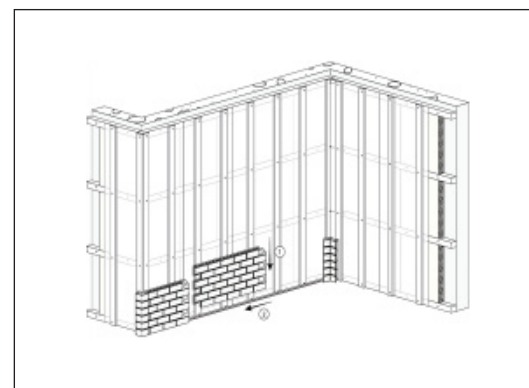

图6 安装墙板
- 4.11 第二块墙板应先放在起始条上, 并将其滑进第一块墙板, 重复第一块墙板安装步骤 (见图 6)。安装时应确保板与板之间的卡件扣好锁死。